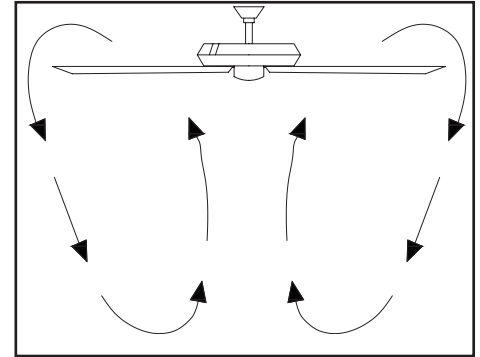

Figura 19
**Clima frío** - (Reversa) Un flujo de aire hacia arriba desplaza el aire cálido lejos del techo, como se muestra en la Figura 19. Esto permite fijar tu unidad de calefacción en configuración más baja sin afectar tu comodidad.